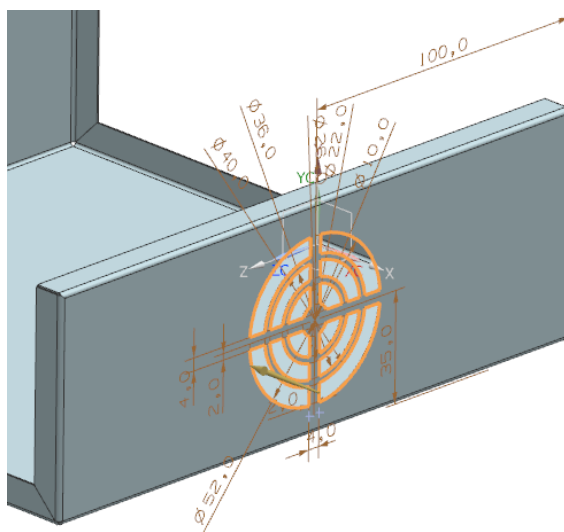

图 6-99 选择截面
(4) 在视图区选择要创建除料特征的截面，如图 6-99 所示。